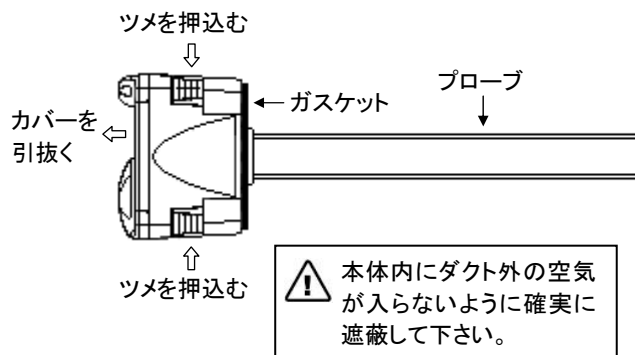

図 4. カバー着脱要領図
②配線
- 1) 本体の四隅にあるツメを押込みながらカバーを引抜くように外します。(図 4 参照)